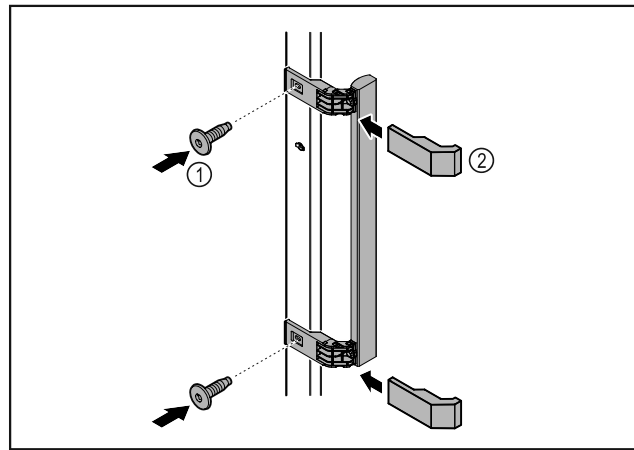

Fig. 4
- Установите на двери ручку из набора принадлежностей, используя прилагающиеся винты Fig. 4 (1).
- Установите крышку Fig. 4 (2).